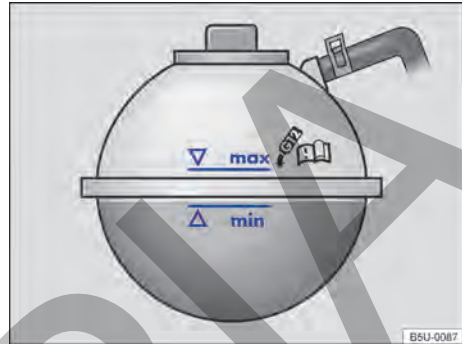

Fig. 168 En el compartimento del motor: marca en el depósito de expansión del líquido refrigerante del motor.
- Con el motor frío, comprobar el nivel del líquido refrigerante del motor por la marca lateral del depósito → fig. 168.
- El nivel del líquido refrigerante del motor debe permanecer dentro de la marca del depósito → fig. 168. **¡No completar por encima de la marca "máx" → !**
- Completar con líquido refrigerante del motor solamente hasta la marca "máx" → fig. 168. De lo contrario, al calentarse, el líquido excedente sería expulsado del sistema de refrigeración del motor y podrá causar daños.